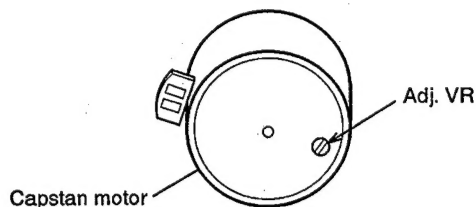

Fig. 3-2
3. Adjust the variable resistor (Fig. 3-2) to get the adjustment value of 3,000Hz to 3,010Hz.
3. 周波数値が 3,000~3,010Hz となるように Fig. 3-2 に示す VR を調整する。(V-6030S のみ)